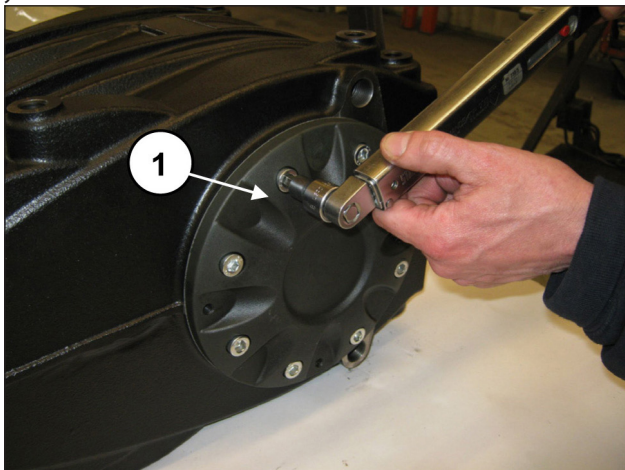

Рис. 60
Закрутите 8 винтов М10х30 (поз. ①, Рис. 60).